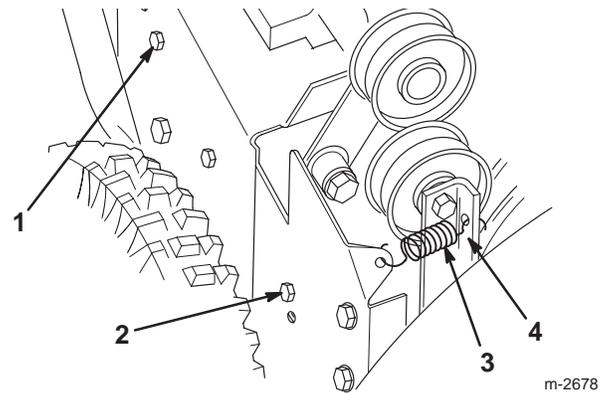

Bild 31
2. Schraube (3)
4. Lösen Sie das Bremsarmelement der Schnecke, indem Sie die hintere Schraube lösen und die vordere Schraube abnehmen (Bild 31).
5. Entfernen Sie die Spannscheibenfeder (Bild 31). Lassen Sie das Bremsarmelement frei hängen. Es darf allerdings nicht im Weg sein.
4. Lösen Sie das Schneckenbremsarmelement, indem Sie die hintere Schraube lösen und die vordere Schraube, mit der das Schneckenbremselement am Rahmen befestigt ist, entfernen (Bild 31).